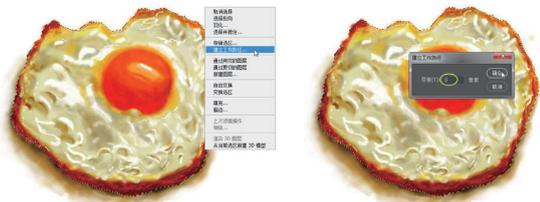

图 5-18
**05** 在图片区域右击，在弹出的快捷菜单中选择“建立工作路径”命令，在弹出的“建立工作路径”对话框中输入“容差”值为1，此值用来定义路径曲线的样条控制点数，单击“确定”按钮完成工作路径的创建，如图 5-18 所示。